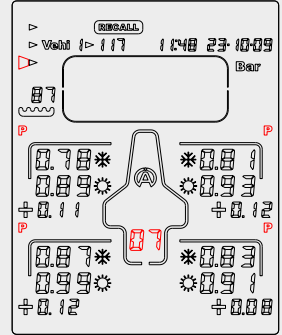

Figure 10
4) ボタン  or , « **FACE** »を選択 (figure 10)
«Figure10»の例では、Tyrecontrolは車両1に対して、最後に記録された«Set»のデータの最初のフェーズ、